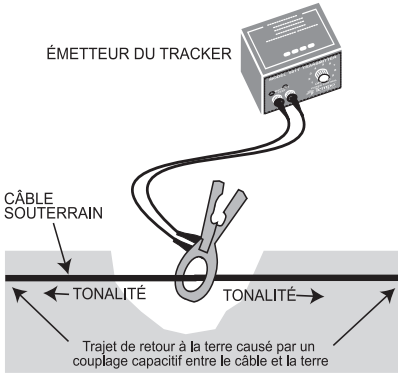

Fig. 11. Couplage à mi-trajet
2. **Couplage à mi-trajet** : Si le câble testé est relativement long, le courant peut retourner à la terre car la tonalité est transmise dans les deux sens. (Voir fig. 11)